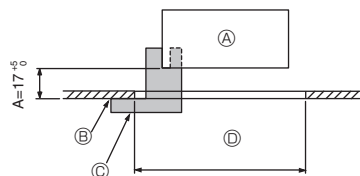
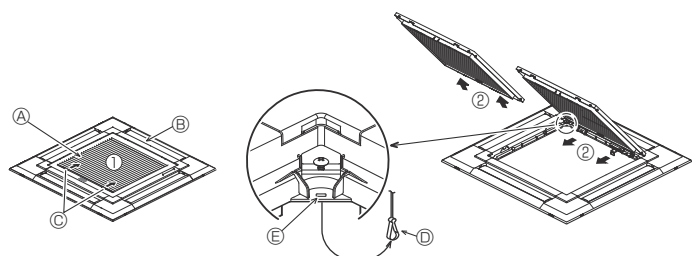
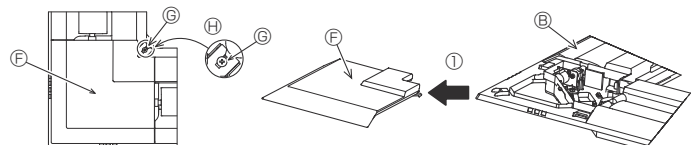

Fig. 9-2
Fig. 9-3
Fig. 9-4
①	Kratka	1	950 × 950 (mm)
②	Przymiar montażowy	1	(złożony z 4 części)
③	Bezprzewodowy pilot zdalnego sterowania	1	Do PLP-6EALM2
④	Uchwyt pilota zdalnego sterowania	1	Dołączone, gdy jest wyposażona w bezprzewodowego pilota zdalnego sterowania. *
⑤	Baterie LR6 AA	2	Dołączone, gdy jest wyposażona w bezprzewodowego pilota zdalnego sterowania. *
⑥	Wkręty samogwintujące 3,5 × 16	2	Dołączone, gdy jest wyposażona w bezprzewodowego pilota zdalnego sterowania. *
9.2. Przygotowania do zamocowania kratki (Fig. 9-2)
- Używając przymiaru ② dostarczonego z zestawem, należy ustawić i sprawdzić położenie urządzenia głównego w stosunku do powierzchni sufitu. Jeśli urządzenie główne jest nieprawidłowo ustawione względem powierzchni sufitu, może dojść do wypływu powietrza lub gromadzenia się skroplin.
- Ⓒ Przymiar montażowy ② (wsunięty do urządzenia głównego)
9.2.1. Demontaż kratki wlotowej (Fig. 9-3)
- Przesunąć dźwignię w kierunku wskazanym przez strzałki ①, aby otworzyć kratkę wlotową.
- Gdy kratka wlotowa jest w pozycji otwartej, należy usunąć zawias kratki wlotowej z kratki w sposób pokazany przez strzałki ②.
9.2.2. Demontaż panelu narożnego (Fig. 9-4)
- Odkręcić 4 śruby na narożniku. Przesunąć panel narożny w kierunku wskazywanym przez strzałkę ① na rysunku, aby go zdemontować.
[Fig. 9-3] [Fig. 9-4]